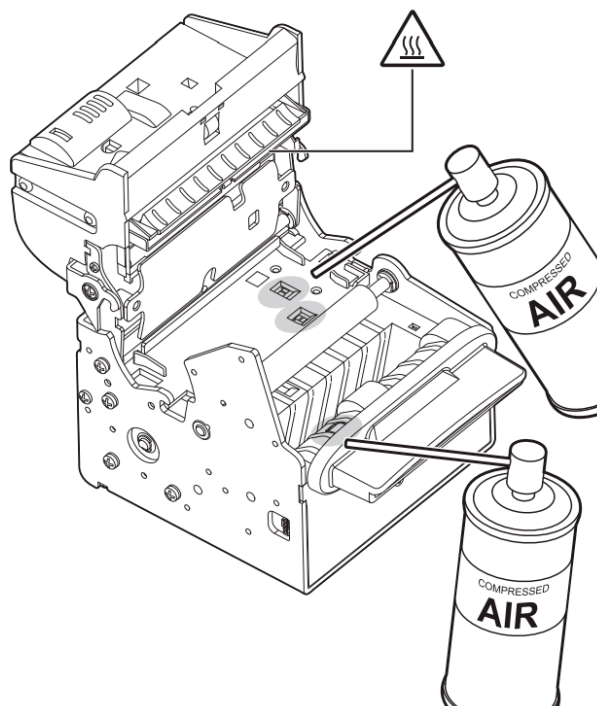

Рисунок 34. Очистка датчиков принтера (отмечены серым цветом на рисунке)
1. Очистка датчиков принтера сжатым воздухом (см. рис. 34). Для очистки не используйте спирт, растворители или жесткие щетки. Не допускайте попадания воды или других жидкостей внутрь принтера.